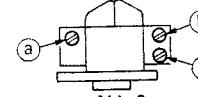

Abb. 9
- 1) Den Bandsortenwahlschalter auf METAL stellen und einen Meßstab in den Pin des Anschlusses (P33) für den Löschkopf wie Abb. 9 gezeigt einsetzen.